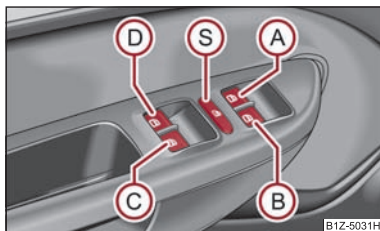

Fig. 33 Tastele din portiera șoferului
Tastele pentru fiecare geam se găsesc în cotiera din portiera șoferului ⇒ **fig. 33**, pasagerului față și în portierele din spate ⇒ **pagina 44**.
Apăsând comutatorul de siguranță (S) ⇒ **fig. 33**, putei scoate din funcțiune tastele din portierele din spate. Apăsând încă o dată comutatorul de siguranță (S), putei restabili funcționarea tastelor din portierele din spate.
- Când se transportă copii pe locurile din spate, vă recomandăm să scoateți din funcțiune comutatoarele din portierele din spate (comutatorul de siguranță) (S) ⇒ **fig. 33**.